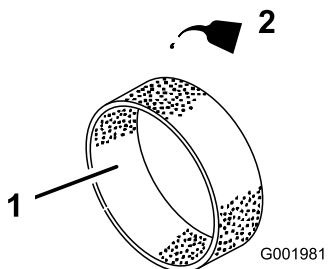

Рисунок 41
4. Вылейте 30–59 мл масла на элемент (Рисунок 41).